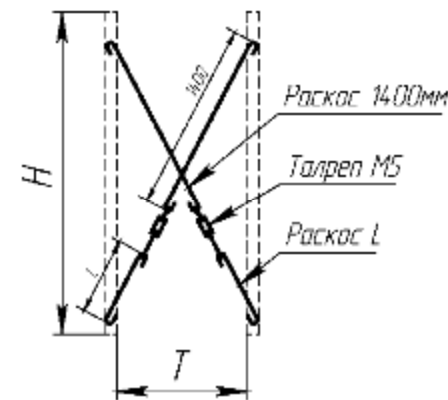

Рис. 2 – Схема установки раскосной системы (крестовины жесткости)
- 3.2. После установки полок произведите установку раскосной системы (крестовины жесткости), согласно рис. 2: Крестовина жесткости состоит из двух талрепов (M5) и четырех раскосов: два из них длиной 1400мм, а два остальных соответствуют данным в таблице 1;